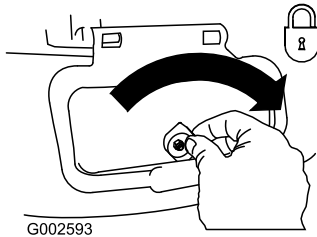

Bild 34
**Wichtig:** Verriegeln Sie die Seitenauswurfklappe nach dem Schließen (Bild 34).